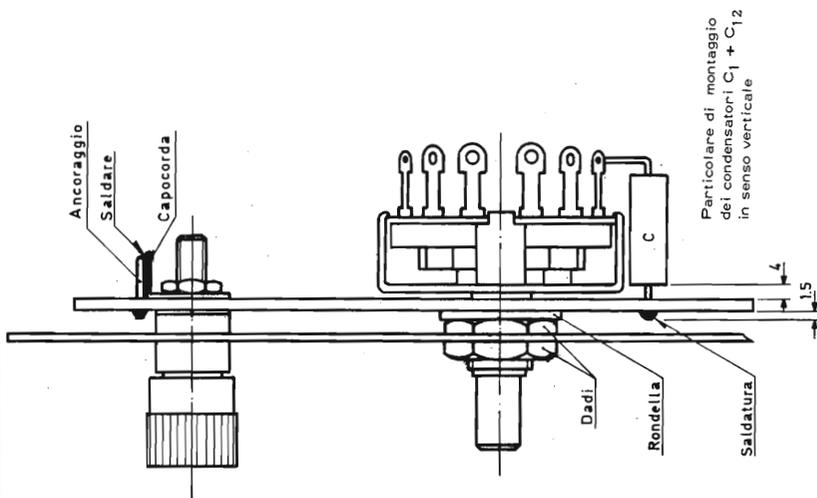

Fig. 3 - Assieme di montaggio dei componenti.
Montaggio dei componenti sul circuito stampato -fig. 3
Montaggio del circuito stampato al pannello frontale - fig. 3
- Montare i morsetti serrafilo J1-J2 mettendo in corrispondenza, fra il foro del pannello e quello del circuito stampato, l'anello isolante del morsetto e la rondella metallica in modo che questa aderisca alla parte ramata. Introdurre il morsetto dalla parte del pannello in modo che la vite sporga dal lato della bachelite. Montare il capocorda ed avvitare il dado fino al bloccaggio, quindi piegare la paglietta, saldarla all'ancoraggio corrispondente (vedi particolare in fig. 3).